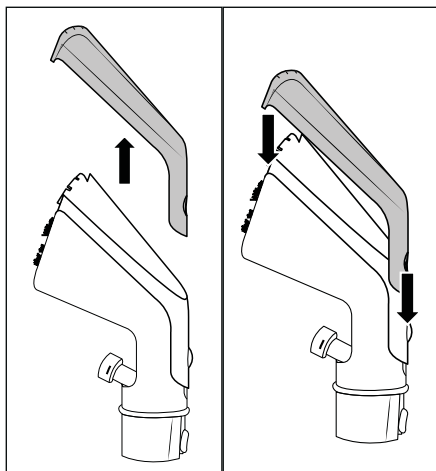

Fig. 9
- ◆ Pressione o botão de bloqueio 24 da cobertura do acessório de limpeza 23 do bocal para estofos 22 e retire a cobertura do acessório de limpeza 23 (ver fig. 9).
- ◆ Coloque a cobertura do acessório de limpeza 23 no bocal para estofos 22. Desloque para baixo, até o botão de bloqueio 24 no bocal para estofos 22 prender (ver fig. 9).